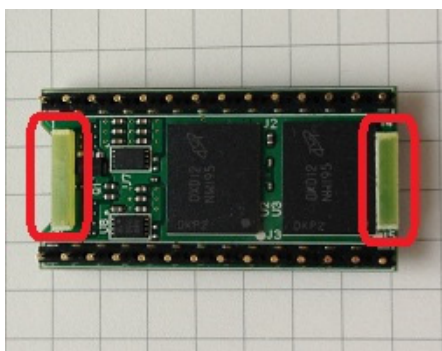

図 10.1. uSDCONF2A Bottom View
- しかしながら、図 10.1.のように、モジュールの裏側は高密度にチップ部品を実装しており、取扱いに注意して取り外さないと不用意に部品を押しつぶしたり、パターンを剥離してしまいかねません。